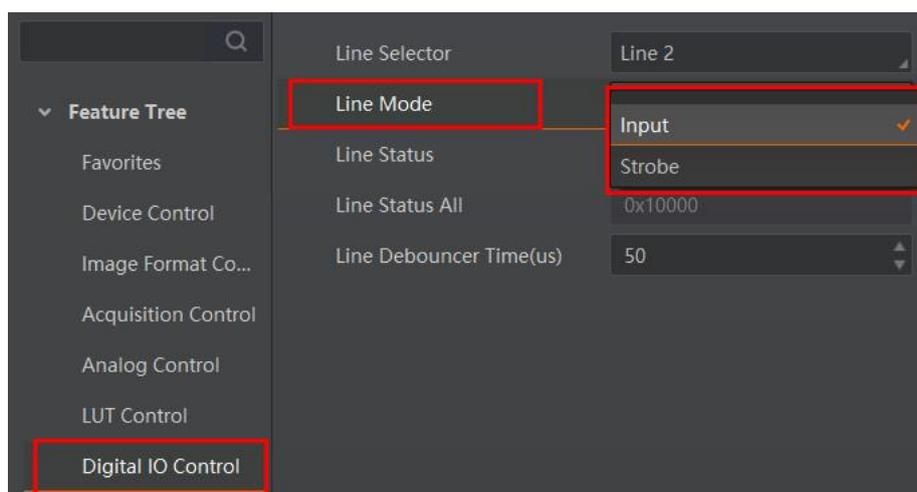

图8-5 Line 2 设置为输入信号
4. *Line Mode* 下拉选择 *Input*，如图 8-5 所示。